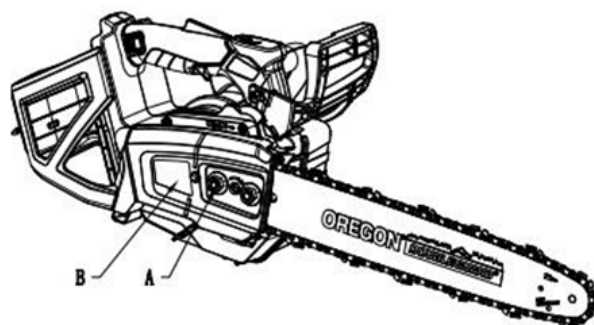

Fig 8
5. Serrez l'écrou du couvercle du pignon de chaîne (A) pour installer le couvercle du pignon de chaîne (B) (Fig. 8).